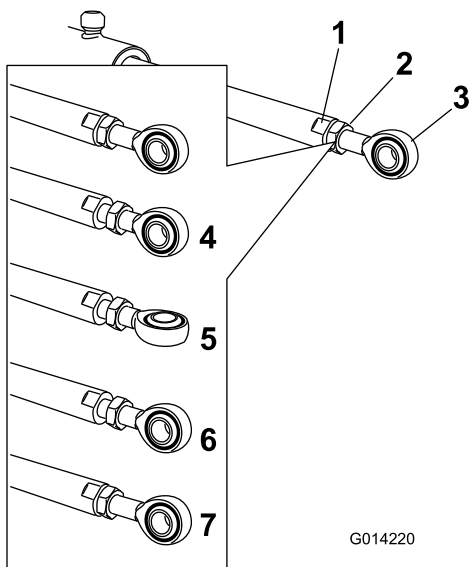

Figure 119
5. Placez une clé sur les méplats de la tige du vérin pour l'immobiliser, puis desserrez l'écrou de blocage (Figure 119).
6. Tournez l'embout dans la tige du vérin pour raccourcir ou allonger le vérin déployé à la longueur voulue (Figure 119).